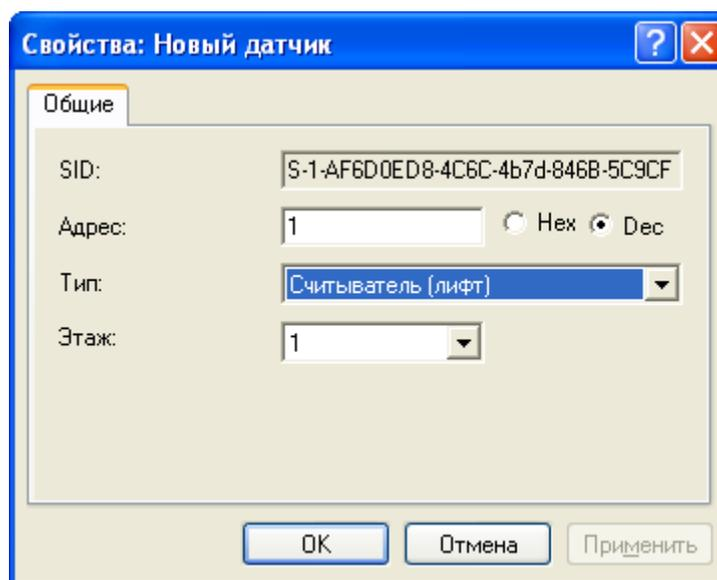

Рисунок 18
- Настройте адресные модули (проверьте правильность соответствия адреса и типа модуля, задайте номера этажей для модулей типа «считыватель (лифт)») (Рисунок 18).